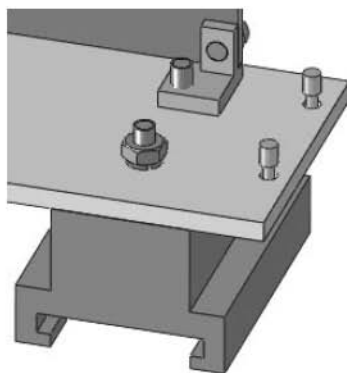

Рис. 6.77. Ручка и плата присоединены к передней панели
17. Один винт ввинчивается в уголок, а второй надо закрепить шайбой и гайкой: Шайба 3 ГОСТ 6402–70, Гайка М3 ГОСТ 5915–70 (рис. 6.77).